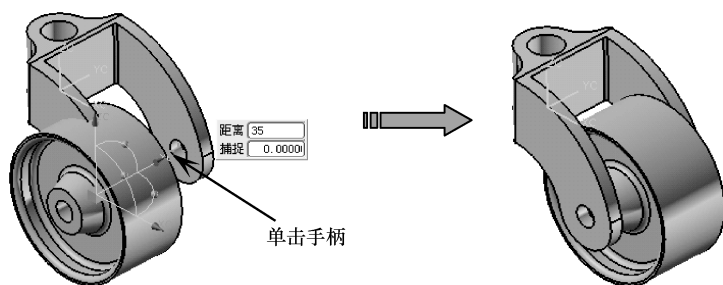

图 7-12 完成第 2 个组件的装配
- 10 在图形区中单击第 2 组件的动态坐标系的 YC 轴手柄，并在弹出的移动尺寸文本框内输入【距离】值为 35，然后单击【移动组件】对话框中【确定】按钮，完成第 2 个组件的装配，如图 7-12 所示。